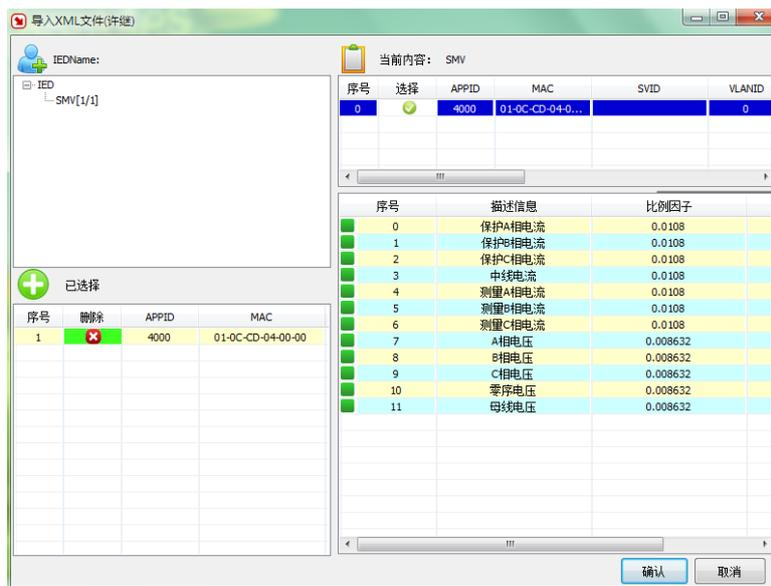

图 6-2-18 NPI 格式采样值信息
- 1) 导入 NPI 格式采样值信息，选择 XML 文件后，打开界面如图 6-2-18 所示。